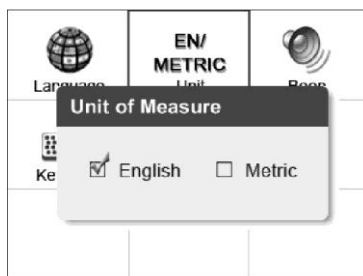

Рисунок 3-4.
2) В окне **Unit of Measure [Единицы измерения]** с помощью **кнопки прокрутки влево/вправо** выберите необходимую систему единиц измерения. См. рисунок 3-4.